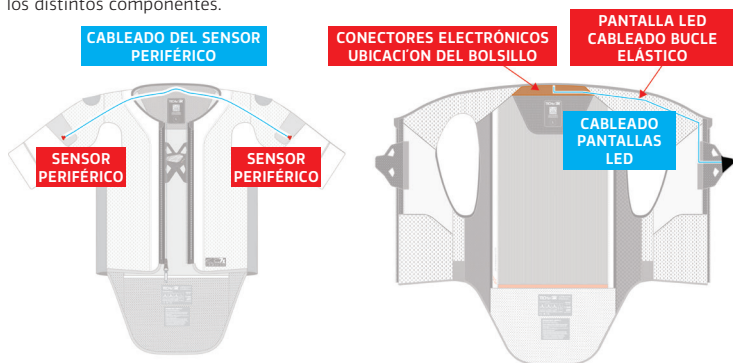

Figura 15: Ubicación de los componentes electrónicos en la capa base del sistema (1)
2. Separar los componentes electrónicos Retire los diversos componentes electrónicos (incluidos la Pantalla LED (2) y los sensores periféricos) separándolos de la Capa Base (1) (figura 15). Para retirar la Pantalla LED (2), abra el Velcro situado debajo de la Solapa Frontal (3) y pase suavemente la Pantalla LED (2) a través de la abertura del chaleco. Cuando retire la Pantalla LED (2), tenga cuidado al pasar la placa electrónica LED a través del lazo elástico (situado en la zona de los hombros) que se utiliza para la correcta colocación del cable. Para retirar los sensores periféricos, acceda internamente a la zona del hombro, abra el Velcro y extraiga los sensores de sus bolsillos. Por último, acceda al bolsillo situado en la zona superior de la espalda y abra el Velcro muy ampliamente, para no obstaculizar la extracción de los distintos componentes.